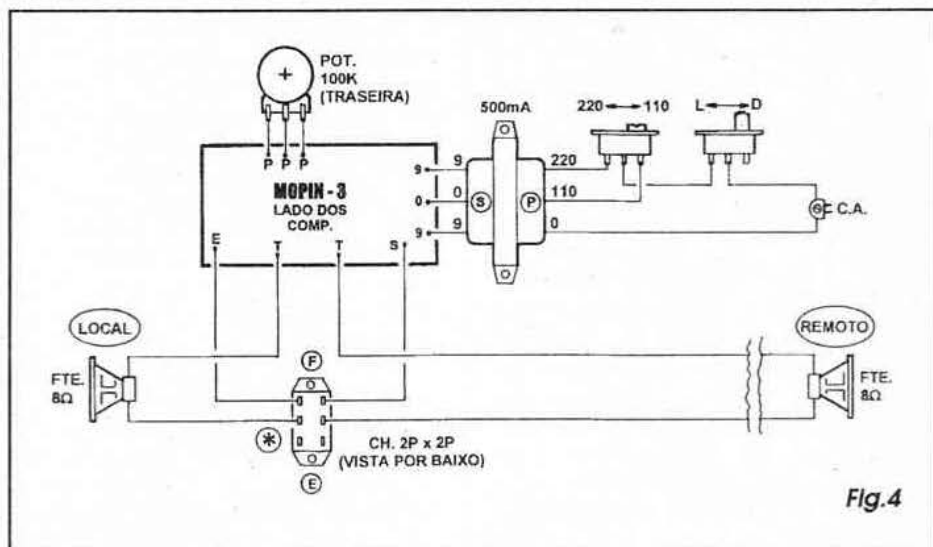

Fig. 4
- FIG. 4 - CONEXÕES EXTERNAS À PLACA - INSTALAÇÃO BÁSICA -